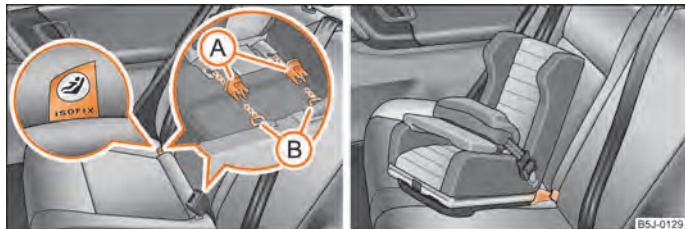

Abb. 116 Halteösen (ISOFIX-System) / ISOFIX-Kindersitz in die montierten Aufnahmetrichter schieben
- Stecken Sie die Aufnahmetrichter (A) auf die Halteösen (B) zwischen Sitzlehne und -fläche ⇒ Abb. 116.
- Schieben Sie die Rastarme des Kindersitzes in die Halteösen, bis sie hörbar einrasten ⇒ Abb. 116.